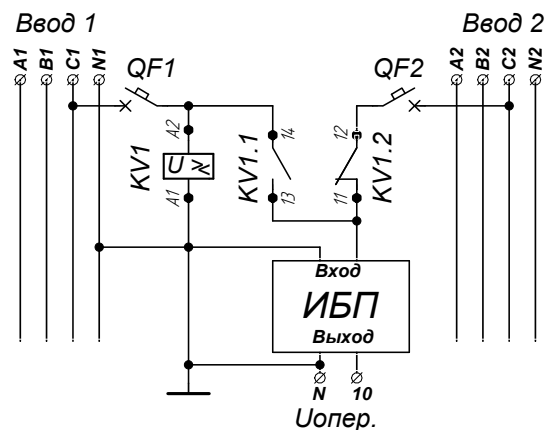

Рис. 6 Схема получения оперативного питания с использованием реле напряжения и UPS
6.7.2. Схема получения оперативного питания с использованием реле напряжения и источника бесперебойного питания (ИБП), рис.6. ИБП питается от одной из фаз любого ввода. Шинка оперативного питания подключается к выходу ИБП. ИБП постоянно обеспечивает оперативным питанием цепи управления АВР независимо от наличия напряжения на питающих вводах.